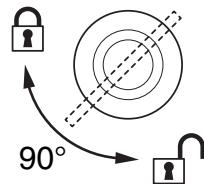

Figure 5:
3. Voir Figure 5. Tournez les leviers des inserts à quart de tour de 90° dans le sens horaire pour verrouiller.